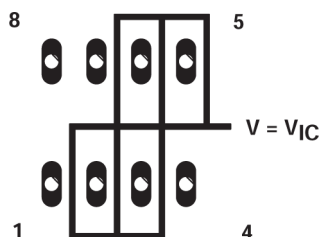
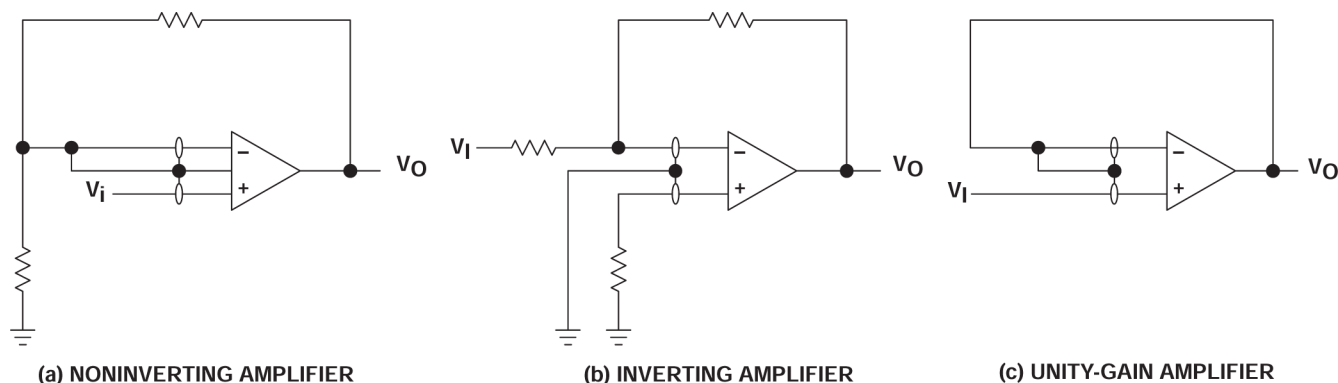

图 6-4. 器件输入端周围的隔离金属 (P 封装)
图 7-4. 防护环方案
- 将器件与其他潜在的泄漏漏源隔离。在设备输入端周围和之间使用接地屏蔽层（请参阅图 6-4）。否则可能流向输入端的泄漏电流被分流。
由于极高的输入阻抗和由此产生的低偏置电流要求，TLV232x 是低电平信号处理的绝佳选择。但是，印刷电路板和插座上的泄漏电流有时很容易超过偏置电流要求，且会导致器件性能下降。最佳实践是在输入端周围添加防护环（类似于参数测量信息一节中图 6-4 的防护环）。在与共模输入相同的电压电平下，从低阻抗源驱动这些防护装置（请参阅图 7-4）。